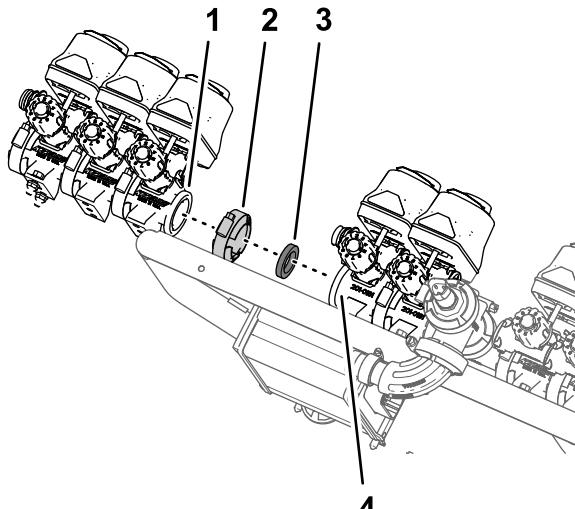

Рисунок 103
1. Установите 3 клапана секций (Рисунок 103), снятых при выполнении пункта 8 в разделе **Демонтаж клапанов секций с крепления коллектора** (страница 35), на фланец клапана 7 узла клапана опрыскивателя с помощью фланцевого хомута и прокладки, снятых при выполнении пункта 4 в разделе **13 Демонтаж клапанов секций стрелы** (страница 32).